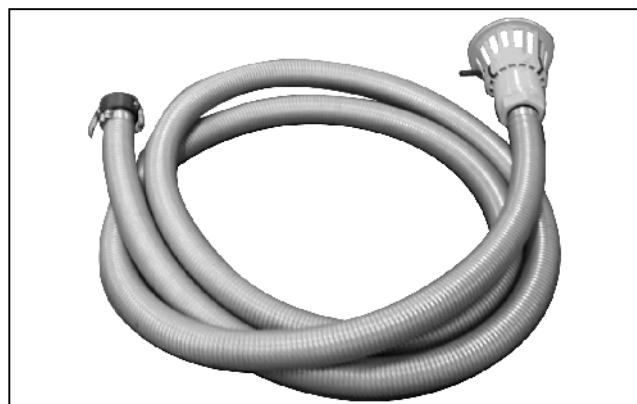

Рис. 10.5
- 2 Всасывающий шланг 3" (8м), номер заказа 924459 (Рис. 10.5)